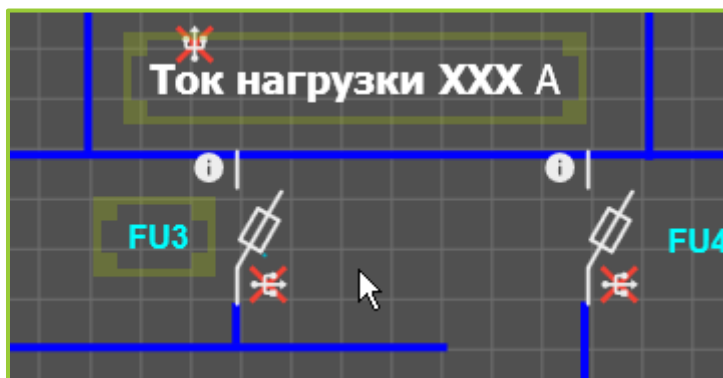

Рисунок 6.54 – Поэлементный выбор элементов
- Способ 2 – поэлементный выбор элементов. Осуществляется при зажатой клавише «**Ctrl**» на клавиатуре и указанием нажатием левой кнопкой мыши требуемых элементов схемы (рисунок 6.54).